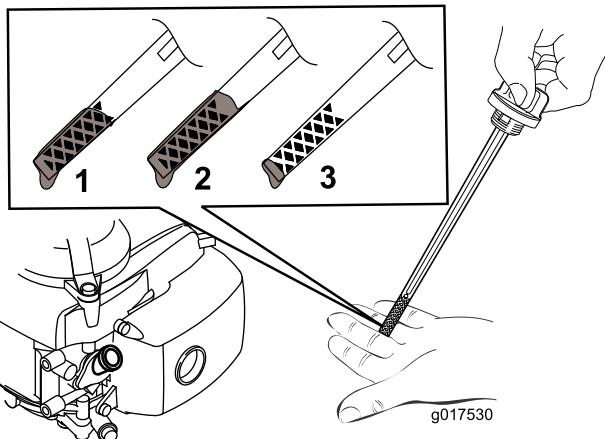

Рисунок 10
5. Для того, чтобы правильно определить уровень масла на масломерном щупе, см. Рисунок 10.
Примечание: Заливайте масло в картер двигателя до тех пор, пока масломерный щуп не покажет, что достигнут нужный уровень масла в двигателе, как показано на Рисунок 10. В случае перелива слейте некоторое количество масла из двигателя, как описано в разделе «Замена моторного масла».